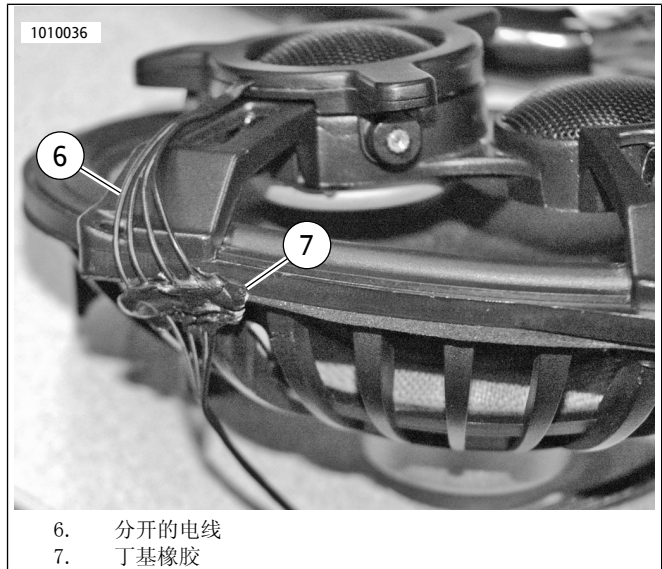
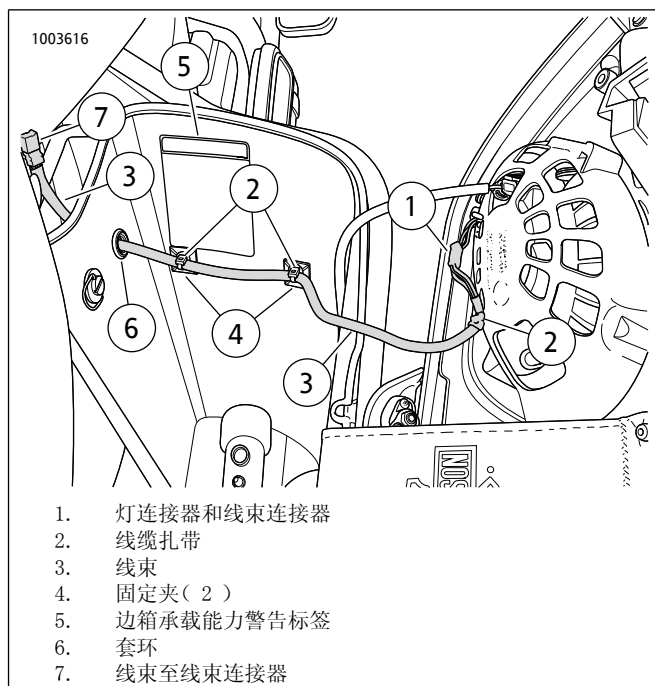

图22。丁基橡胶
图24。布设边箱线路
14. 沿高音扬声器桥接(5)支腿布设线缆(4)。将套件中的胶带剪切至适当长度，然后用其将线缆固定至高音扬声器桥接背面。在灯模组附近找到可将线路单独分开的位置。参见图22。检查确认此分开的电线(6)区域位于扬声器密封垫上。将少量(豌豆大小)丁基橡胶(7)条置于密封垫区域分开的电线上。参见图24。使用线缆扎带(2)将线缆固定至扬声器背面。
15. 参见图 24。从线束(3)端头将套环(6)滑动约11厘米(4-1/2英寸)。这样可在安装套环之后在边箱外侧留出约11厘米(4-1/2英寸)。
18. 参见图24。将灯模组的连接器(1)插入线束。靠近接头使用线缆扎带(2)将线束固定至扬声器。